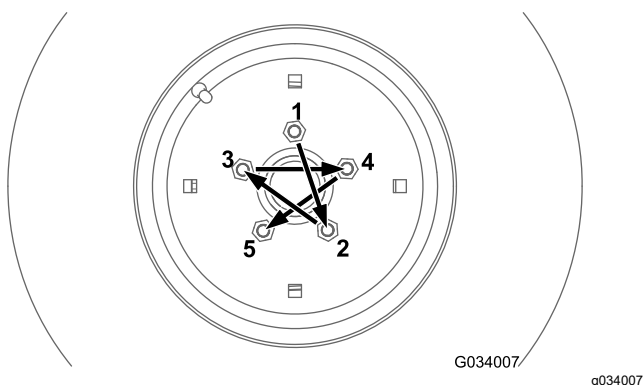
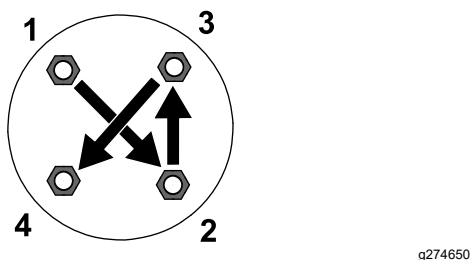

Figura 69
Figura 70
Strângeți prezoanele de la roțile față și spate (doar mașini cu tracțiune pe 4 roți) conform unui model, așa cum se arată în Figura 69 și Figura 70 la cuplul specificat.
- Roți față: consultați Figura 69
- Roți spate (doar mașini cu tracțiune pe 4 roți): consultați Figura 70